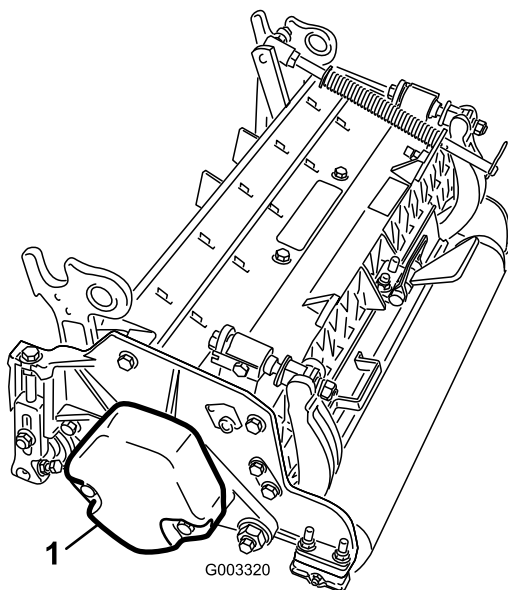

Figura 8
4. Certifique-se de que o contrapeso (Figura 8) está instalado na extremidade adequada da unidade de corte conforme descrito no *Manual do utilizador da unidade de corte*.